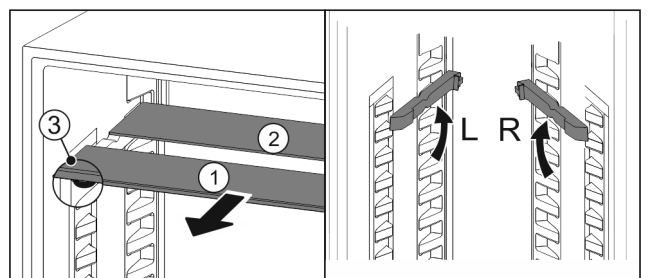

Fig. 59
- Glasplatten einzeln nach vorne herausziehen Fig. 59 (1).
- ▷ Glasplatte Fig. 59 (1) mit Zierleiste liegt vorne.
- ▷ Stopps Fig. 59 (3) zeigen nach unten.